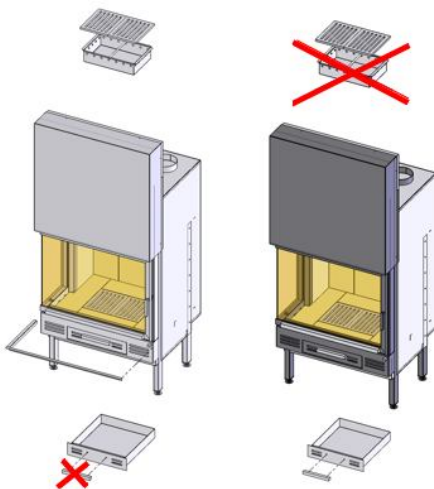

Bild nr. 16
4.5. Aschenbechersvariante Serie C (Bild nr. 16)